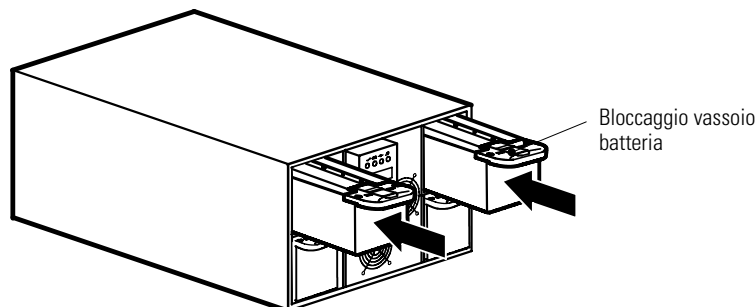

Figura 5. Installazione dei vassoi batterie
1. Verificare che gli interruttori automatici di uscita sul pannello posteriore dell'UPS siano in posizione OFF (O).
2. Inserire i vassoi batterie all'interno dell'armadietto (vedere Figura 5). Inserire ciascun vassoio finché non scattano i dispositivi di bloccaggio che lo fissano in posizione.